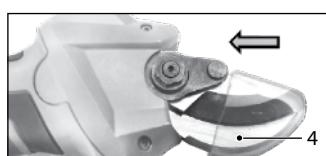

Рис. 3
3. Установите защитный чехол 4 (рис. 1, рис. 3) на лезвие секатора, как на рисунке ниже.